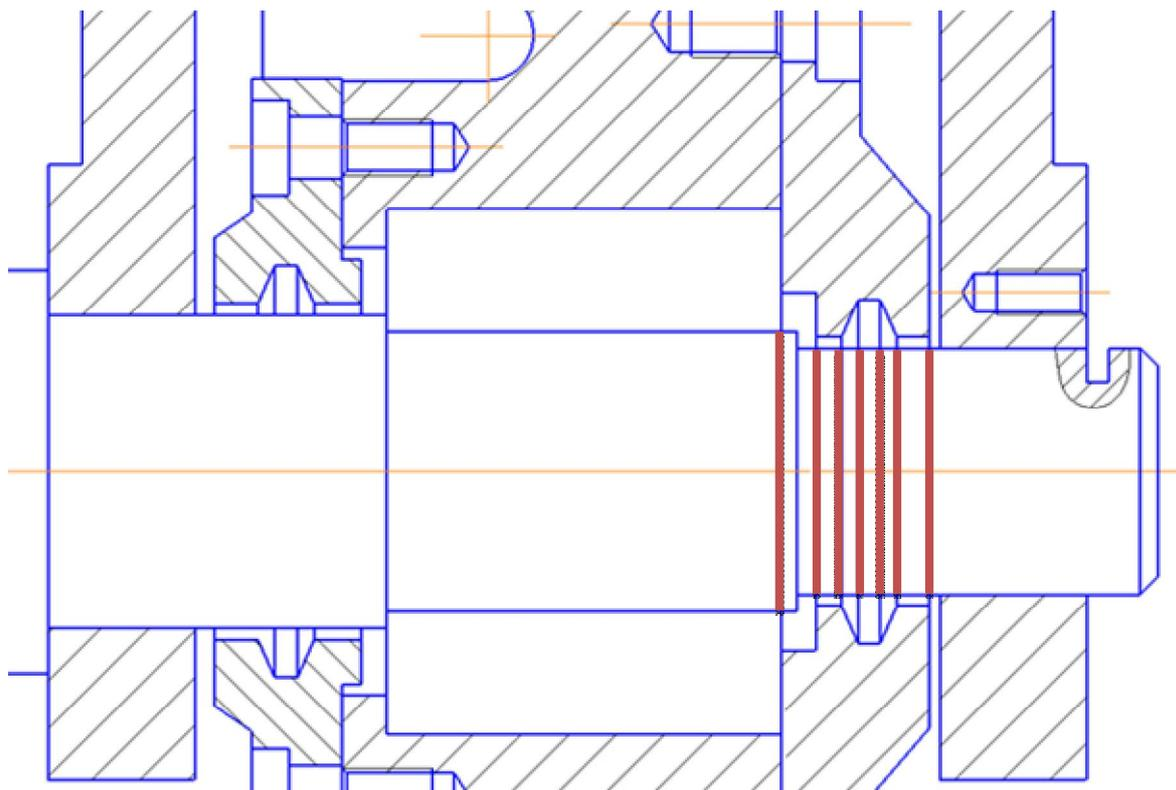

Рис. 4.21. Отрезки, которые необходимо удалить
- Выберите команду «Усечь кривую»  на панели «Редактирование»  и щелкните на указанных участках линии (рис. 4.21).